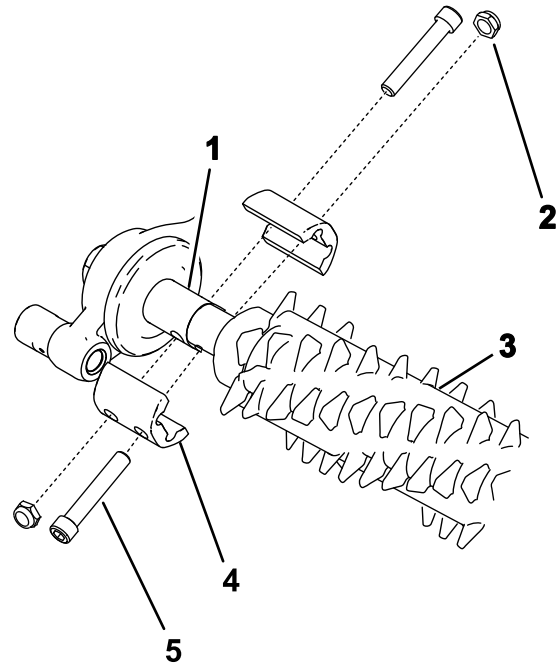

Figura 26
2. Alinee el molinete groomer con la caja de transmisión del groomer y el conjunto tensor (Figura 26).
4. Apriete los pernos que sujetan el conjunto de groomer como se muestra en la Figura 26; apriete los pernos a entre 5 y 7 N·m.